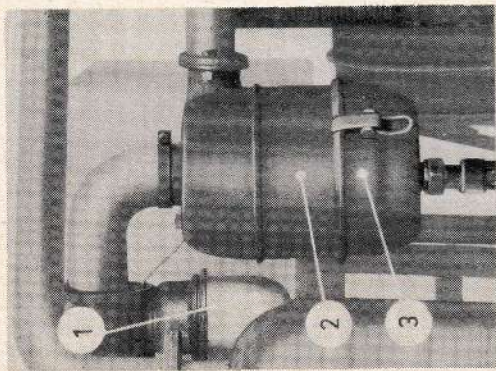

Bild 16
5. 108 ÖLBADLUFTFILTER (Bild 16)